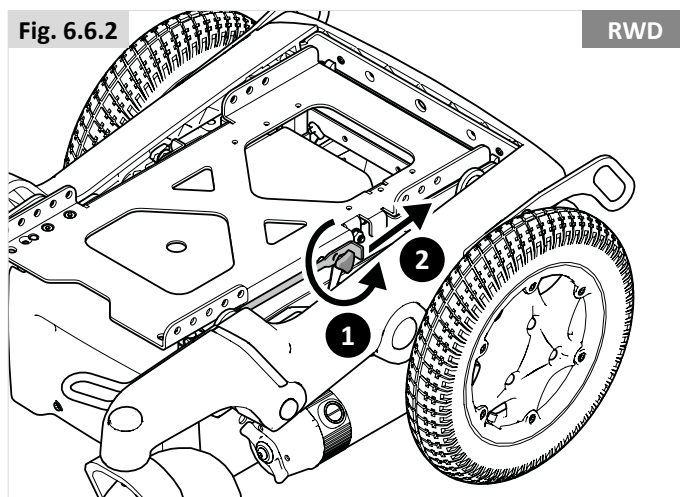

Fig. 6.7
- Certifique-se de que o assento está fixo com o apoio do assento em posição, antes de largar, (Fig. 6.7 Dianteira - Fig. 6.8 Traseira).